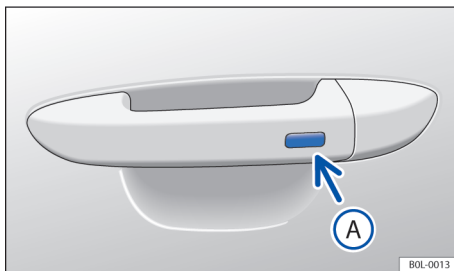

图 42 车门拉手：Keyless Access 功能按钮
→ 图 42 .
- 此外, 在五秒内按压驾驶员侧车门拉手上的功能按钮 → 图 42 。